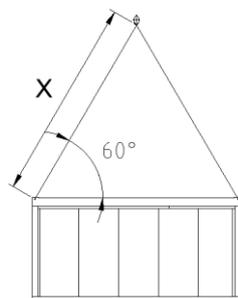

Abbildung 1
- Die 10', 16', 20' und 20'x10' Container können mit Kran gehoben werden. Die Seile sind an den oberen Containerecken zu befestigen. Der Winkel zwischen dem Hebeseil und der Horizontale muss min. 60° betragen (Abb. 1). Die erforderliche Seillänge bei einem 20' Container beträgt mindestens 6,055 m.